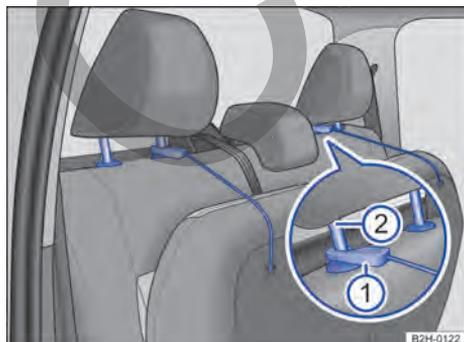

Fig. 60 Asiento trasero: fijación de la banqueta en los apoyacabezas.
Leyenda de la Fig. 60:
- Dado el caso, suba el apoyacabezas y enganche la cinta → Fig. 60 ① en la barra interior del apoyacabezas ②.